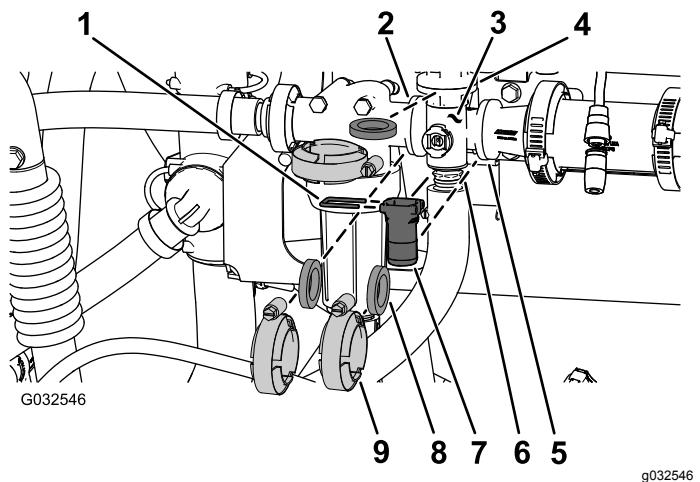

Bild 100
1. Entfernen Sie die Klemmen, Dichtungen, die Schnellkupplung und den Schnellkupplungsstift, mit denen der Verteiler für das Rührwerkventil am Rührwerksicherheitsventil, Druckfilterkopf, an der Reduzierkupplung und am Adapteranschlussstück (Rührwerktdrosselventil) befestigt ist, wie in Bild 100 abgebildet.